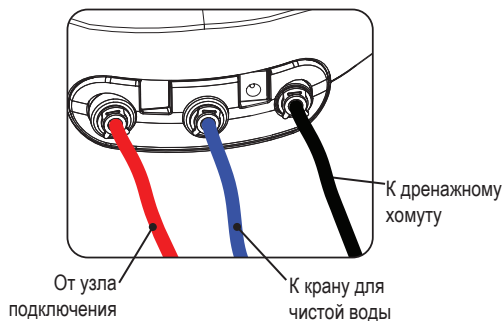

Рис. 9
- Подсоедините подводящие трубки согласно схеме, показанной на рис. 9.